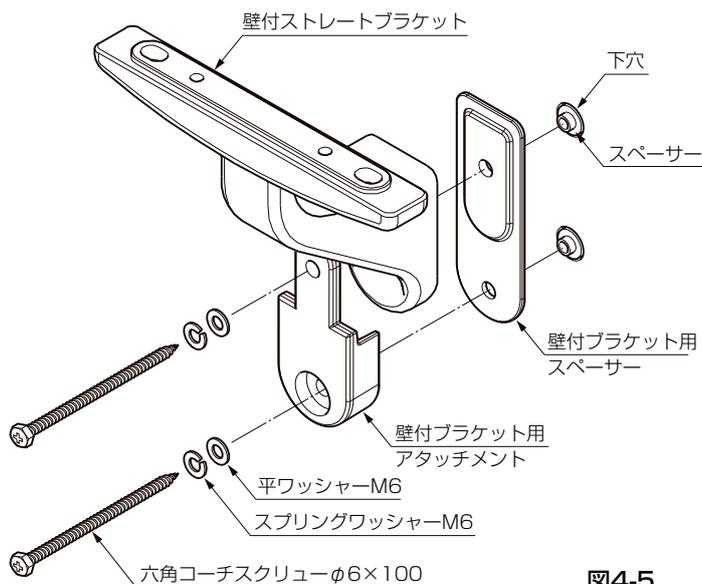

図4-5
- ①取付け穴の穴あけおよびスペーサーは別途手配の通気工法対応テラス用部品セット（通気層5mm用：WKK□940、通気層15mm用：WKK□941）に同梱されております通気工法対応部品取付け説明書を参照の上、取付けてください。
- ②壁付ストレートブラケット・壁付ブラケット用アタッチメントおよび壁付ブラケット用スペーサーを仮止めしてください。（図4-5参照）